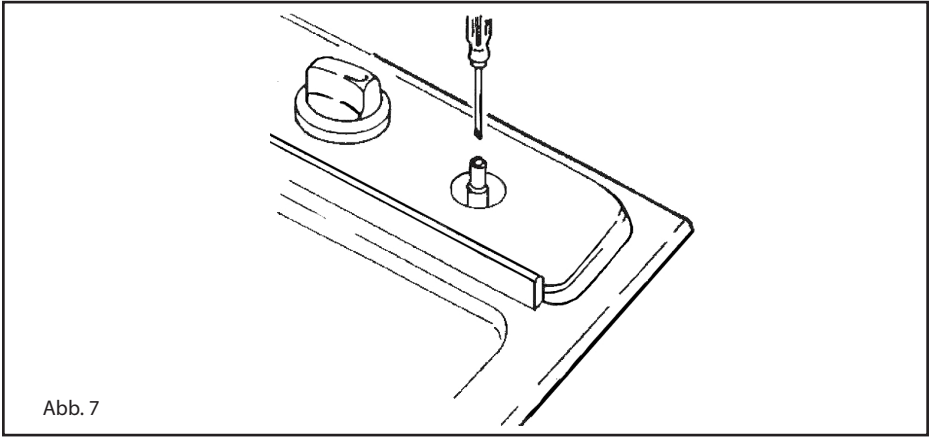

Abb. 7
- bei der Einstellung des Mindestwertes, den Hahnhebel auf das Minimum drehen und die Einstellschraube am Hahn mit entsprechendem Schraubenzieher drehen (s. Abb. 7). Bei Betrieb mit Flüssiggas (Butan-/Propangas) Einstellschraube fest anziehen.